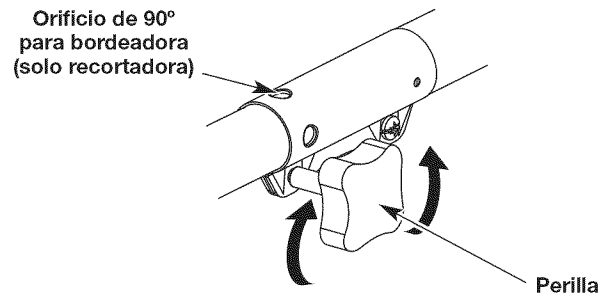
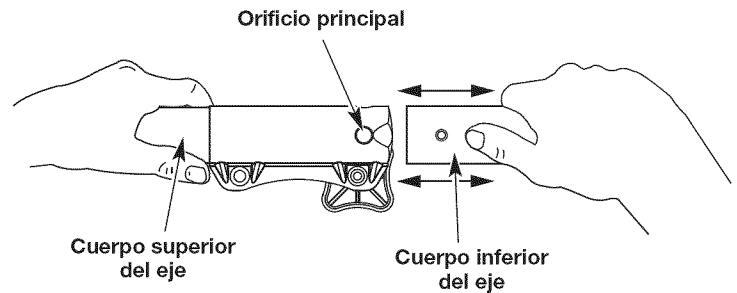

Fig. 3
Fig. 5
1. Para aflojar, gire la perilla en sentido contrario a las agujas del reloj (Fig. 3).
2. Sosteniendo firmemente el accesorio de corte u otro accesorio, empujelo directamente dentro del acoplador Convertible™ hasta que el botón de desconexión encaje sólidamente en el orificio principal (Fig. 5).
3. Para apretar, gire la perilla en el sentido de las agujas del reloj (Fig. 3).
PRECAUCIÓN: Antes de operar esta unidad, cerciúrese de que el botón de liberación esté completamente encajado en el orificio principal (Fig. 5) y de que la perilla (Fig. 3) esté bien apretada.
Para hacer cortes (orillados) decorativos con el accesorio de corte del cabezal de línea, trabe el botón de desconexión del accesorio en el interior del orificio de 90° (Fig. 3).
3. Sujetando el cuerpo del eje superior, tire directamente del accesorio de corte o de cualquier otro accesorio para sacarlo del acoplador Convertible™ (Fig. 5).